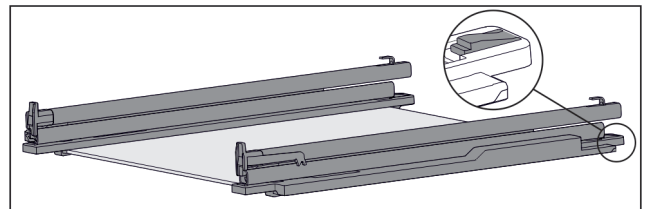

Fig. 120 Glasplaat met rails en vasthouddelen
- ▶ Vasthouddeel achter omlaag duwen (zie Fig. 120) en tegelijk rails naar achteren schuiven.